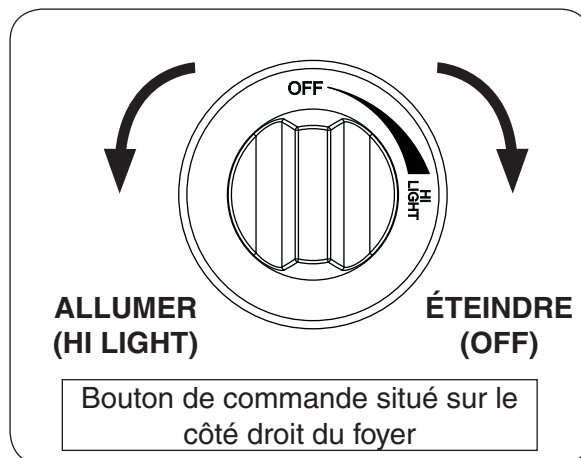

Fig. 18-2
4. **Une fois que le match est en feu et en position**, appuyer sur le bouton de contrôle du gaz et tournez dans le sens antihoraire à la position de **HI LIGHT (allumer)** (voir Fig. 18-2). Votre brûleur devrait s'allumer.
**AVERTISSEMENT:** Si le brûleur ne se allume pas la lumière dans les cinq (5) secondes de tourner le bouton de commande, appuyez immédiatement sur le bouton de commande et tournez dans le sens horaire à la position **OFF (éteindre)**.
**Pour éteindre le brûleur à gaz**, appuyer sur le bouton de contrôle du gaz et tournez dans le sens horaire à la position **OFF (éteindre)** (voir Fig. 18-2). Assurez-vous que le bouton de commande est tourné complètement hors tension pour éviter toute fuite de gaz.